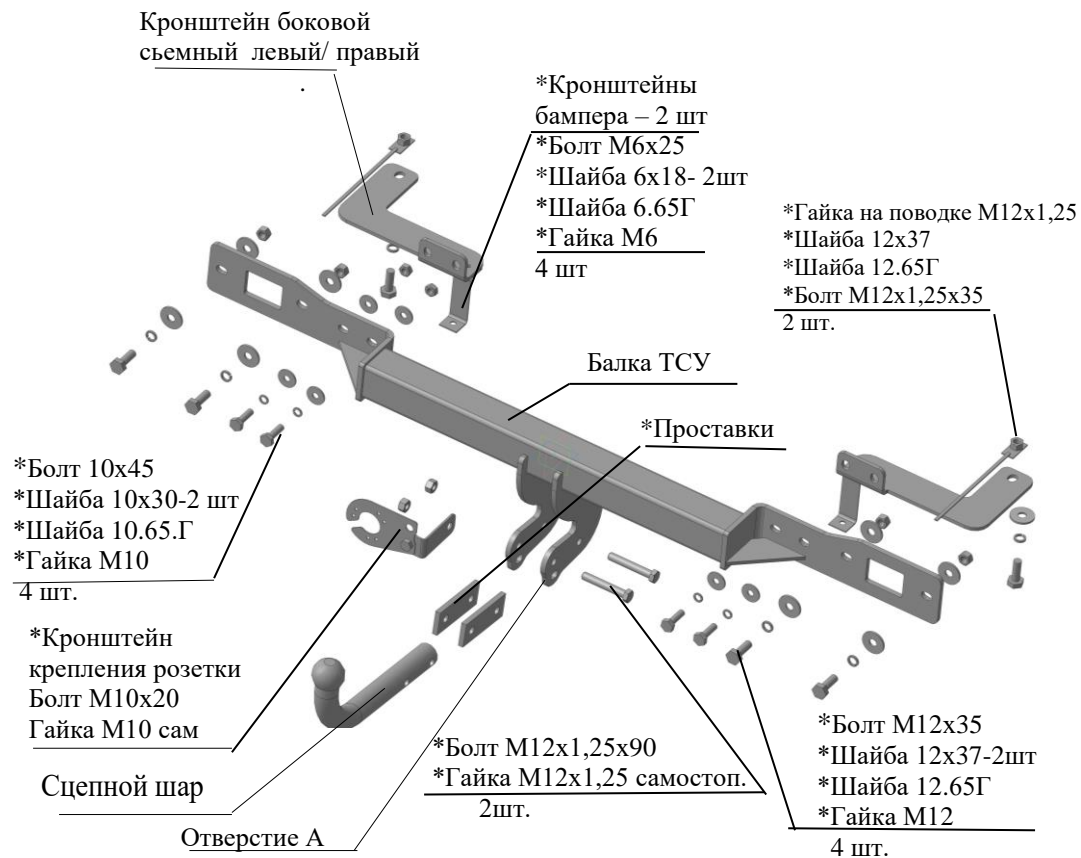

Рис.1 Тягово-сцепное устройство ТСУ 8020.
2.1 ТСУ 8020 в сборе (рис.1)	1 шт.
2.2 Пакет с комплектующими (см. рис.1)	1 шт.
4.3 Закрепить боковые съемные кронштейны ТСУ (левый и правый соответственно рис.1) к нижним полкам лонжеронов а/м болтами М12х1,25х35, гайками М12х1,25 на поводке, под головки болтов подложить шайбы 12.65Г и шайбы 12х37. Крепеж не затягивать.
4.8 Установить кронштейны бампера на ТСУ, установить бампер, закрепив кронштейны и бампер к ним крепежом, соответственно рис.1.